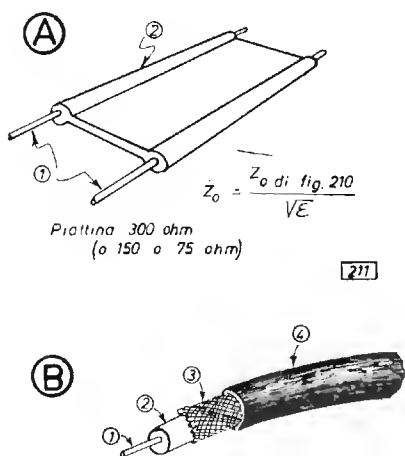

Fig. 211
Una linea bifilare può essere anche costituita da due conduttori concentrici. In effetti questa linea è simile a quella a conduttori paralleli, con l'unica particolarità che uno dei due conduttori può intendersi ruotare intorno all'altro, fino a circondarlo totalmente (fig. 211 B).
In quest'ultimo caso l'impedenza  $Z_0$  data dalle formule va divisa per la radice di  $\epsilon$  ossia la costante dielettrica del materiale impiegato (fig. 211 A).
- linea bifilare con dielettrico solido flessibile, piattine;  $Z_0$  tipiche 300, 150 ed anche 75 ohm (fig. 211 A);